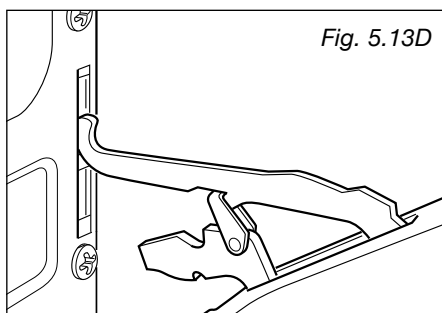

Fig. 5.13D
- Retirez les tiges des charnières supérieures de leur emplacement (fig. 5.13D).